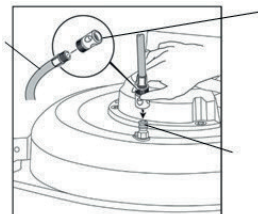

FIG.22
(A) À MANGUEIRA DE JARDIM (B) E, EM SEGUIDA, CONECTE-A À PORTA DE LAVAGEM (C) NA PLATAFORMA DO CORTADOR. (FIG. 22)